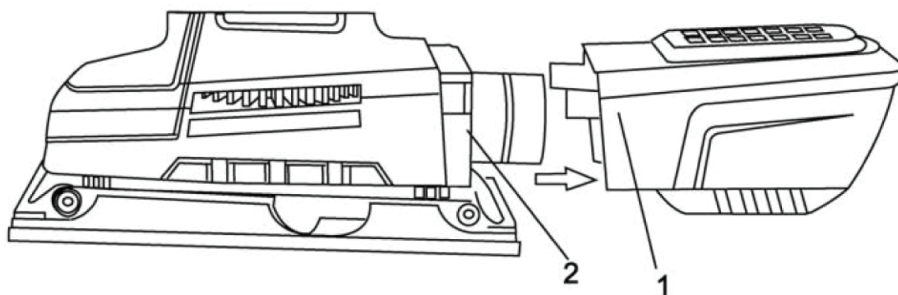

Рис. 3
1. Совместите пазы на патрубке пылесборника 1 (Рис. 3) с выступами на патрубке машины 2 (Рис. 3) и вставьте до упора патрубков машины в патрубков пылесборника.